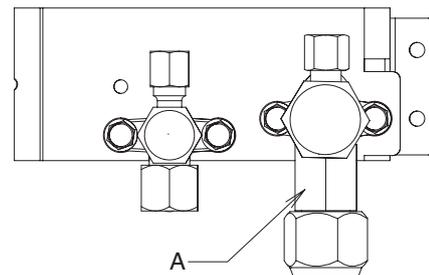

Fig. 7-7
- Quando si rimuovono o si serrano i bocchettoni del tubo grosso, usare 2 chiavi inglesi simultaneamente: una sul bocchettone sul tubo grosso e l'altra sulla parte A (fig. 7-7).